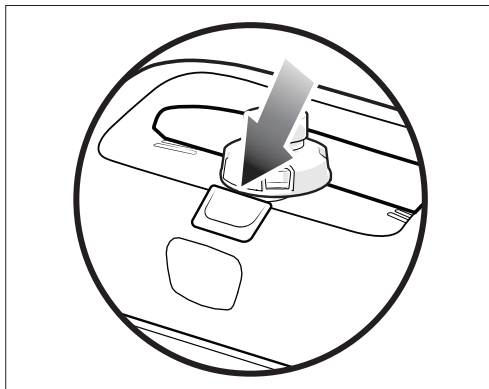

Figura 10. Botón de apertura del pestillo
1. Pulse el botón de liberación del pestillo situado en la parte superior del limpiafondos (Figura 10) para abrir la cubierta.